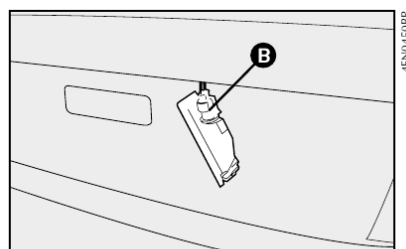

fig. 50
2) retirar a lâmpada **B-fig. 50** de sua sede empurrando-a e girando-a no sentido anti-horário.